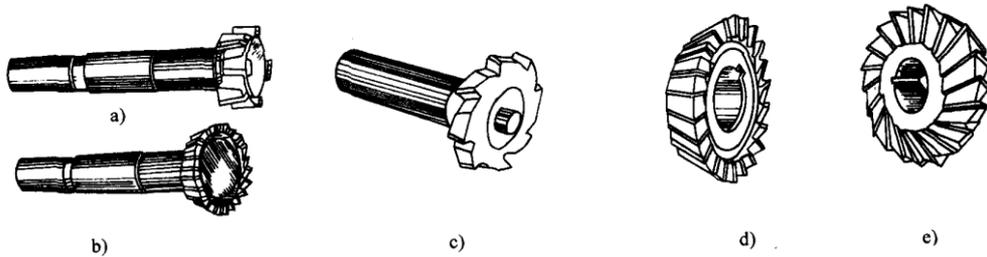

图 a-26 铣特形沟槽用铣刀
4) 铣削特形沟槽用铣刀 主要有 T 形槽铣刀、燕尾槽铣刀、半圆键槽铣刀、角度铣刀等，见图 a-26。